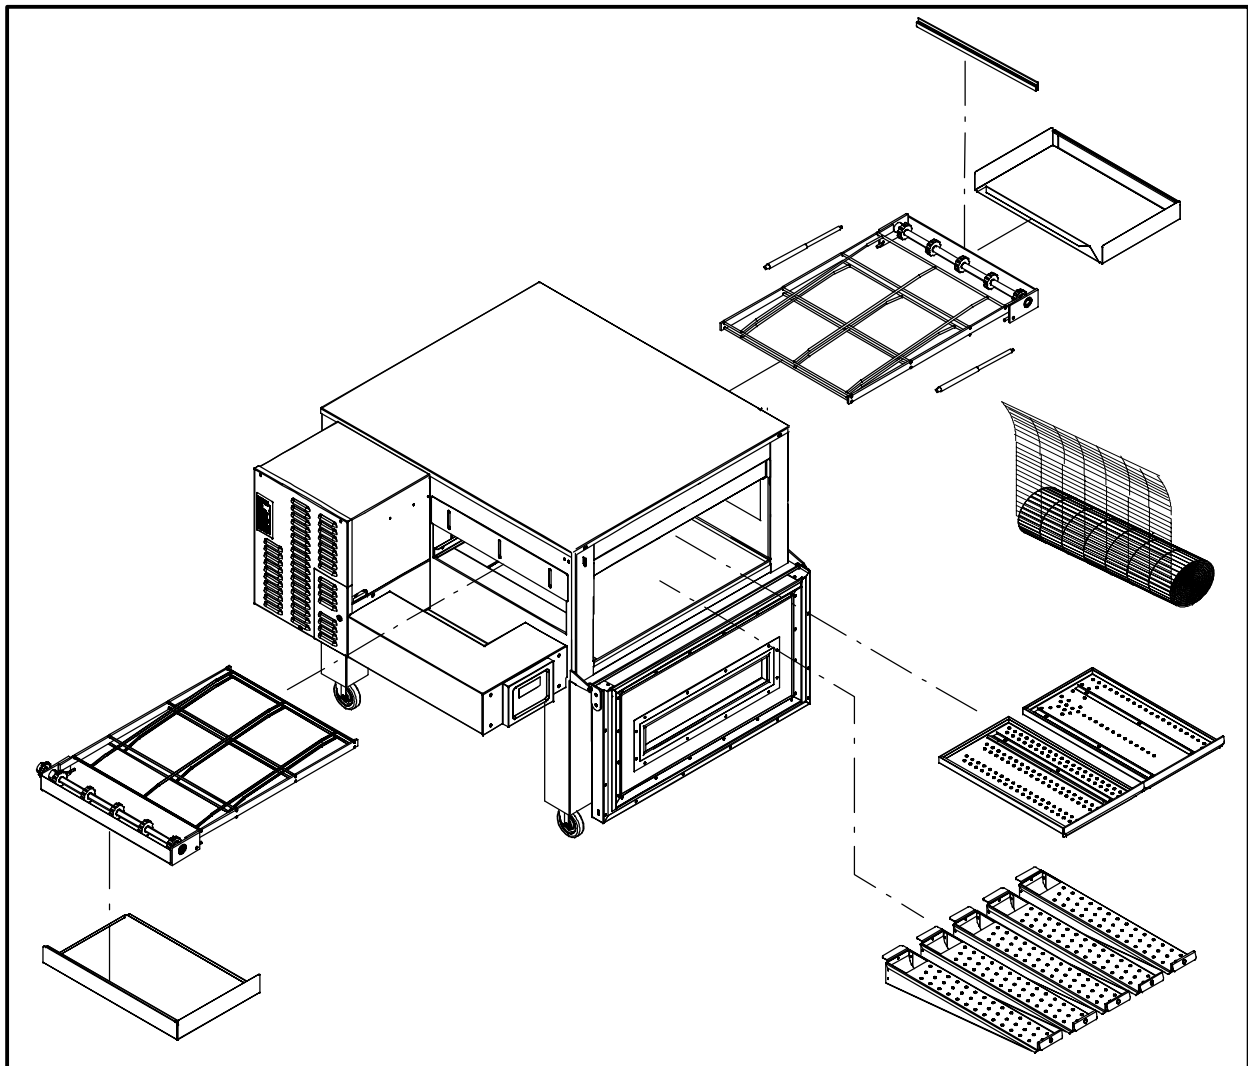

Abbildung 20
- c.) Ziehen Sie das Band von einem Ende aus heraus. Achten Sie darauf, dass Sie das Band aufrollen, wie in Abbildung 20. Andernfalls liegt es verkehrt herum, wenn es wieder auf der Förderanlage montiert wird.